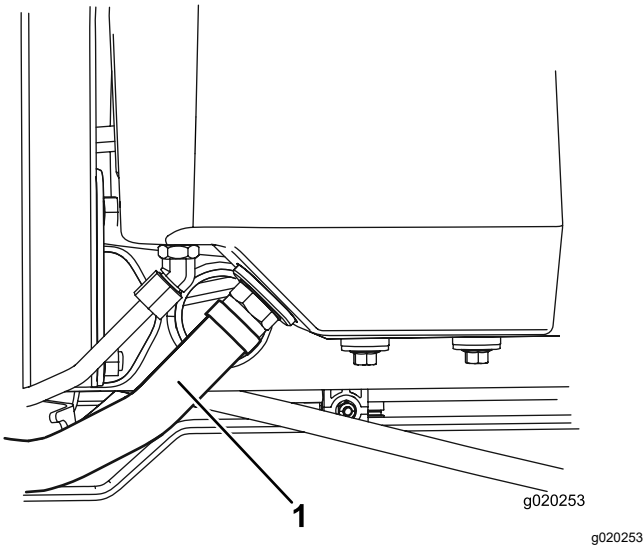

图 80
2. 断开大液压软管 (**图 80**) 与油箱的连接让液压油流入放油盘。